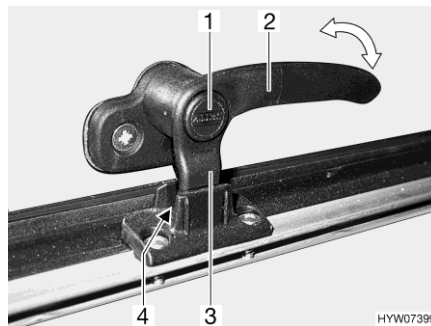
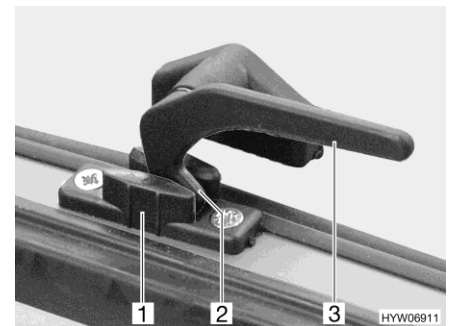

Fig. 124 Palanca de bloqueo con botón de seguridad en la posición de "ventilación continua"
Fig. 125 Palanca de bloqueo en la posición de "ventilación continua"
- En la posición "ventilación continua" (Fig. 124 y Fig. 125)
- Si existe, pulsar el botón de seguridad (Fig. 124,1) y mantenerlo pulsado.
- Girar todas las palanca de bloqueo (Fig. 124,2 ó Fig. 125,3) un cuarto de vuelta hacia el centro de la claraboya.
- Girar de nuevo hacia atrás las palancas de bloqueo. En esto, introducir el saliente de bloqueo (Fig. 124,3 ó Fig. 125,2) en el rebaje del bloqueo de la claraboya (Fig. 124,4 ó Fig. 125,1).